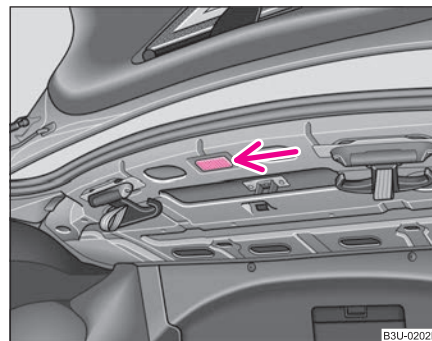

Fig. 205 Maletero: Alumbrado
- Introduzca un pequeño destornillador en la ranura junto a la lámpara ⇒ fig. 205 flecha y saque la lámpara a presión con cuidado.